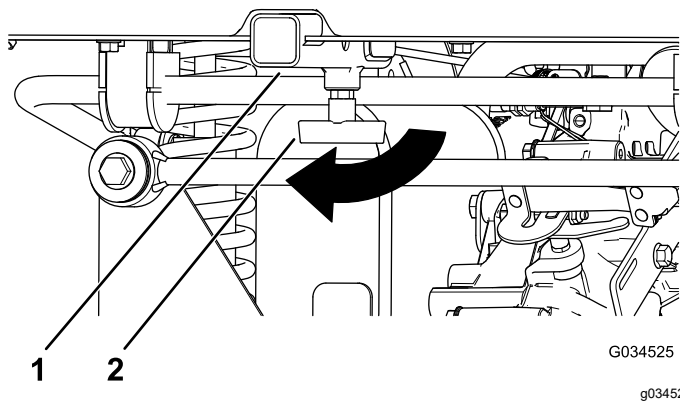

Figura 17
1. Afloje la maneta en T girándola en sentido horario (Figura 17).
2. Introduzca el accesorio en el receptor hasta que los taladros queden alineados (Figura 17).